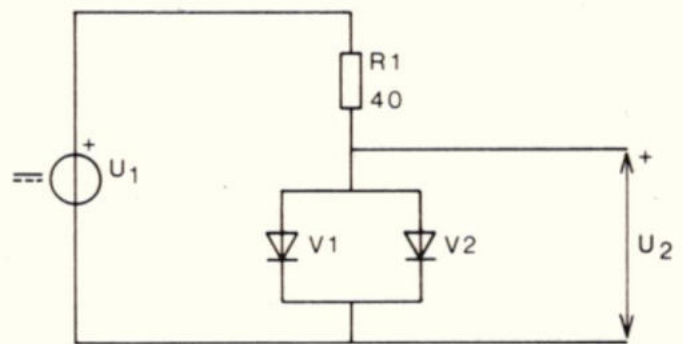
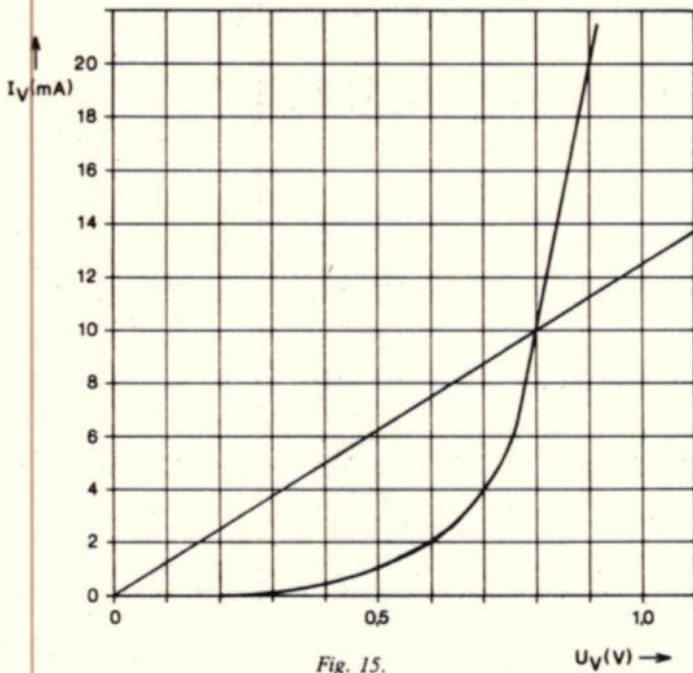

Fig. 14.
Fig. 15.
4. De dioden V1 en V2 in fig. 14 hebben dezelfde $I_V - U_V$ karakteristiek, weergegeven in fig. 15. Verder is gegeven dat $U_2 = \frac{1}{2}U_1$. Bepaal de grootte van de bronspanning U_1 .
Trekken we in fig. 15 de lijn $I_V = U_V/80\ \Omega$ door de oorsprong, dan snijdt deze de karakteristiek in het punt (0,8 V, 10 mA). Dit is kenmerklijk het werkpunt van de dioden.